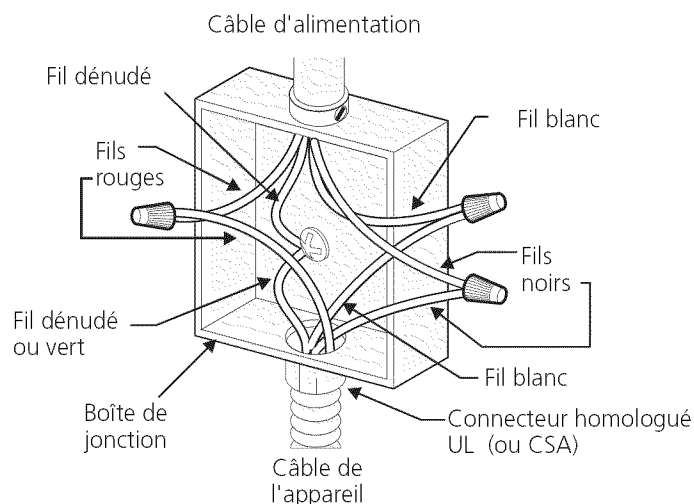

Figure 6 – BOÎTE DE JONCTION À 4 FILS
**Aux endroits où les codes locaux l'interdisent, ou si vous raccordez à un système électrique à quatre conducteurs, ne raccordez pas le conducteur de mise à la terre du châssis au fil neutre (blanc) de la boîte de jonction (voir figure 6):**